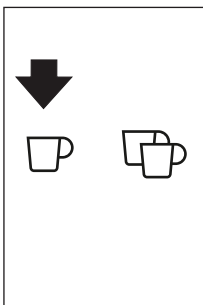

Abb. 19
- ▶ Durch Drücken der Sensortaste ☉ (B10) (Abb. 19) lässt sich jeweils eine Tasse Kaffee auf einmal aufbrühen.